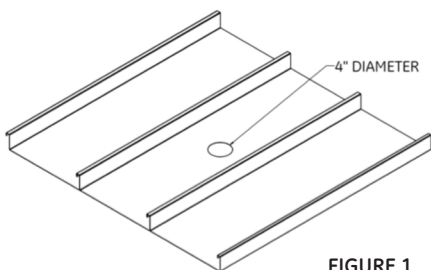

FIGURE 1
1. Percez un trou d'ouverture de 4 po (102 mm) dans le plafond pour monter le luminaire. Si la dimension du trou dans le plafond est moins de 4 po (102 mm), agrandissez-le à 4 po (102 mm) (Voir Fig. 1)